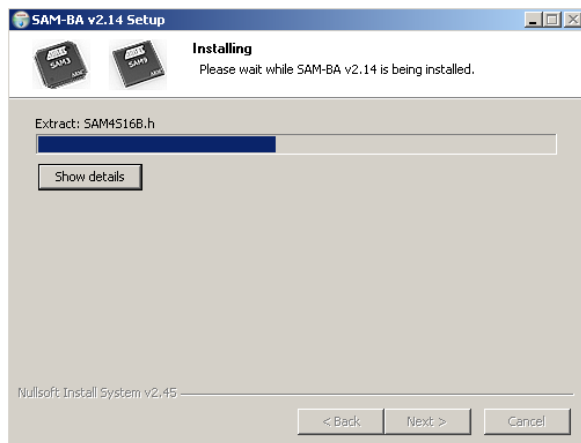
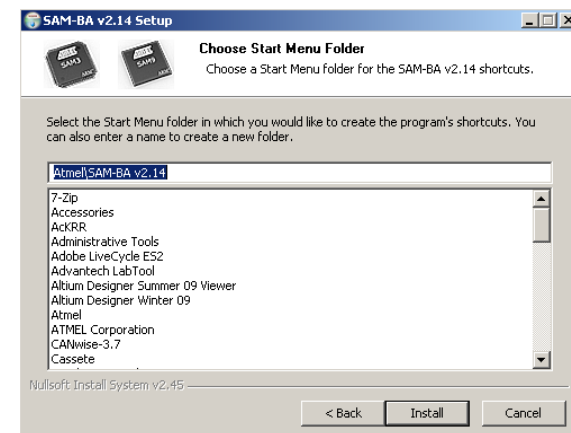

Рисунок 2.11 – Окно процесса установки программного обеспечения
Рисунок 2.10 – Окно выбора стартового имени программы меню «Пуск»
2.2.6.6 С помощью окна выбора стартового имени программы (рисунок 2.10) в меню «Пуск» в разделе «Программы» создается каталог с ярлыком для запуска программы «SAM-BA». Название каталога можно отредактировать в соответствующей строке. Нажатием кнопки «Install» начинается процесс установки программ. При этом открывается окно (рисунок 2.11), где отображается последовательность инсталляции. По окончании установки нажмите кнопку «Next».